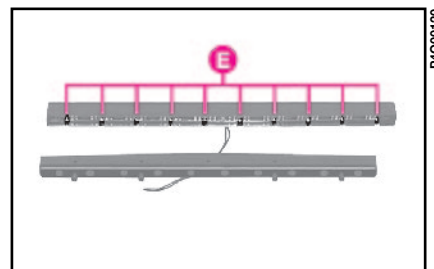

fig. 34
4) remplacer la lampe **E-fig. 34** grillée insérée par pression;